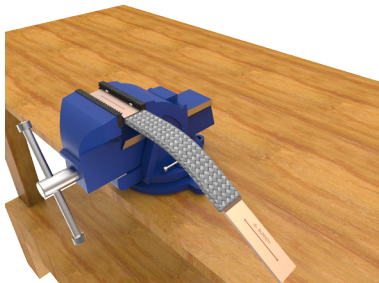

FIG. 2
4. Drill hole or holes (See table) removing any copper filings or burrs. (See figure 2 and 3)
4. Percez le ou les trous (Consultez le tableau) en retirant tout limage ou toute bavure. (Voir les figures 2 et 3)